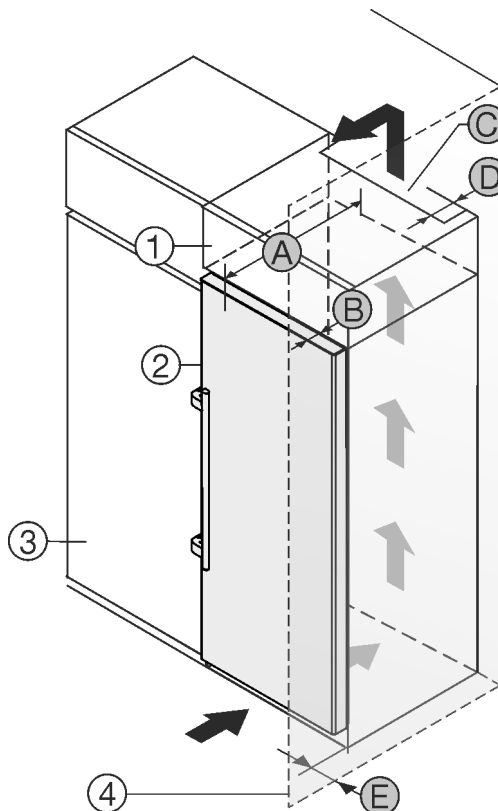

Fig. 1
Můžete přístroj nainstalovat přímo vedle kuchyňské skříňky Fig. 1 (3).
Na zadní straně nastavné skříňky musí být větrací šachta hluboká Fig. 1 (D) přes celou šířku nastavné skříňky.
Pod stropem místnosti musí být dodržen větrací průřez Fig. 1 (C).
Když přístroj instalujete závěsy vedle stěny Fig. 1 (4), musí být vzdálenost mezi přístrojem a stěnou minimálně 57 mm. To odpovídá přesahu madla při otevřených dvířkách.
Aby bylo možné dvířka plně otevřít, musí přístroj přesahovat o hloubku dvířek Fig. 1 (B) vůči přední linii kuchyňské skříňky. V závislosti na hloubce kuchyňských skříňek Fig. 1 (3) a použití vymezovačů odstupů od stěny může přístroj vyčnívat dále.